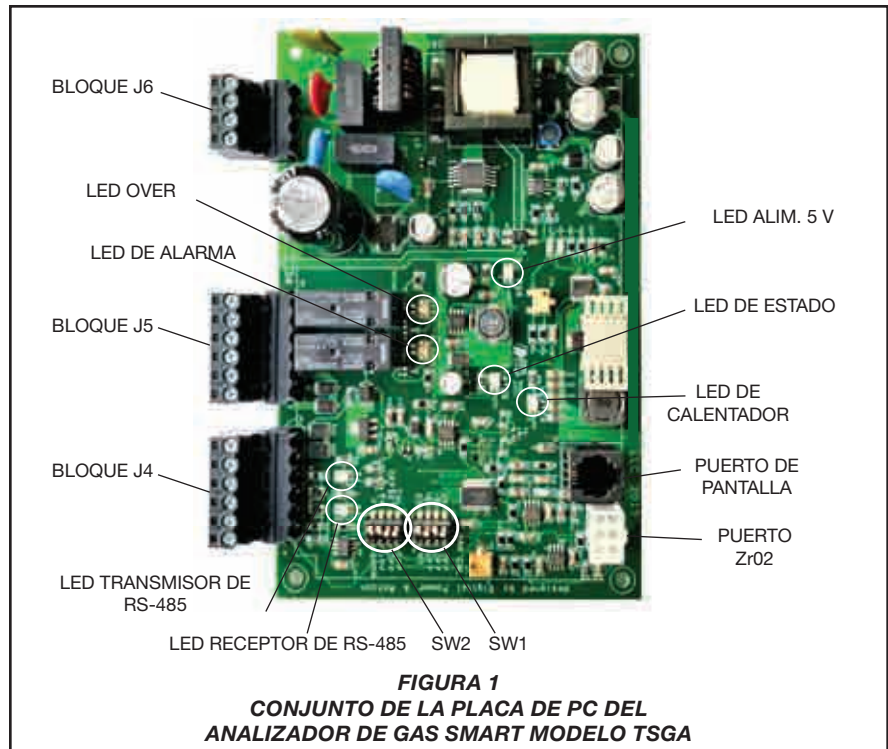

FIGURA 1
Paso 4. Con la alimentación de entrada desconectada, conecte la fuente de alimentación de 120 VCA/60 Hz o 230 VCA/50 Hz de entrada al BLOQUE J6 en la placa del PC, mostrada en la Figura 1.
Paso 1. Una vez comprobado que la unidad está correctamente cableada, encienda la unidad. El LED de Estado (consulte la Figura 1 y la Tabla A) parpadeará dos veces en verde rápidamente sin cesar durante dos minutos. El calentador del sensor se calentará durante este periodo.